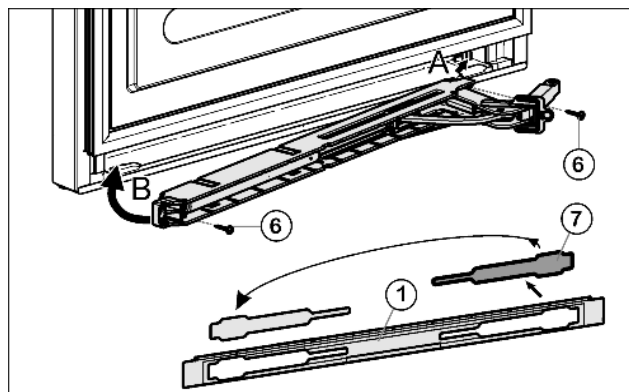

Fig. 12
- ▶ Kryt Fig. 12 (7) uvolněte z krytky Fig. 12 (1) a nasadte zase na druhé straně.
- ▶ Jednotku tlumiče zavírání dveří s kloubem zahákněte (A) tak, že ukazuje ke straně závěsu, a nasadte (B).
- ▶ Jednotku tlumiče zavírání pevně přišroubujte (2 x Torx 15) Fig. 12 (6).